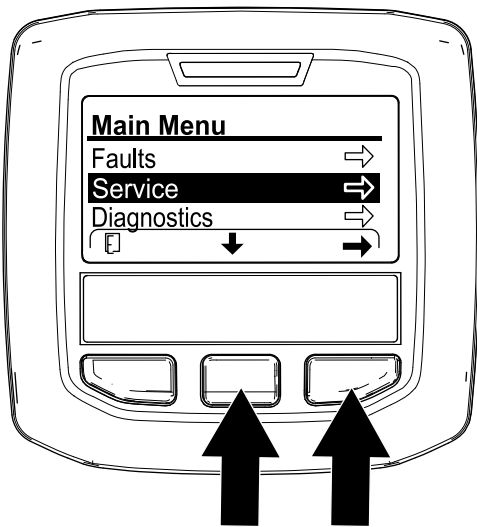

Figura 103
- En el InfoCenter, desplácese hasta el MENÚ PRINCIPAL (Figura 103).